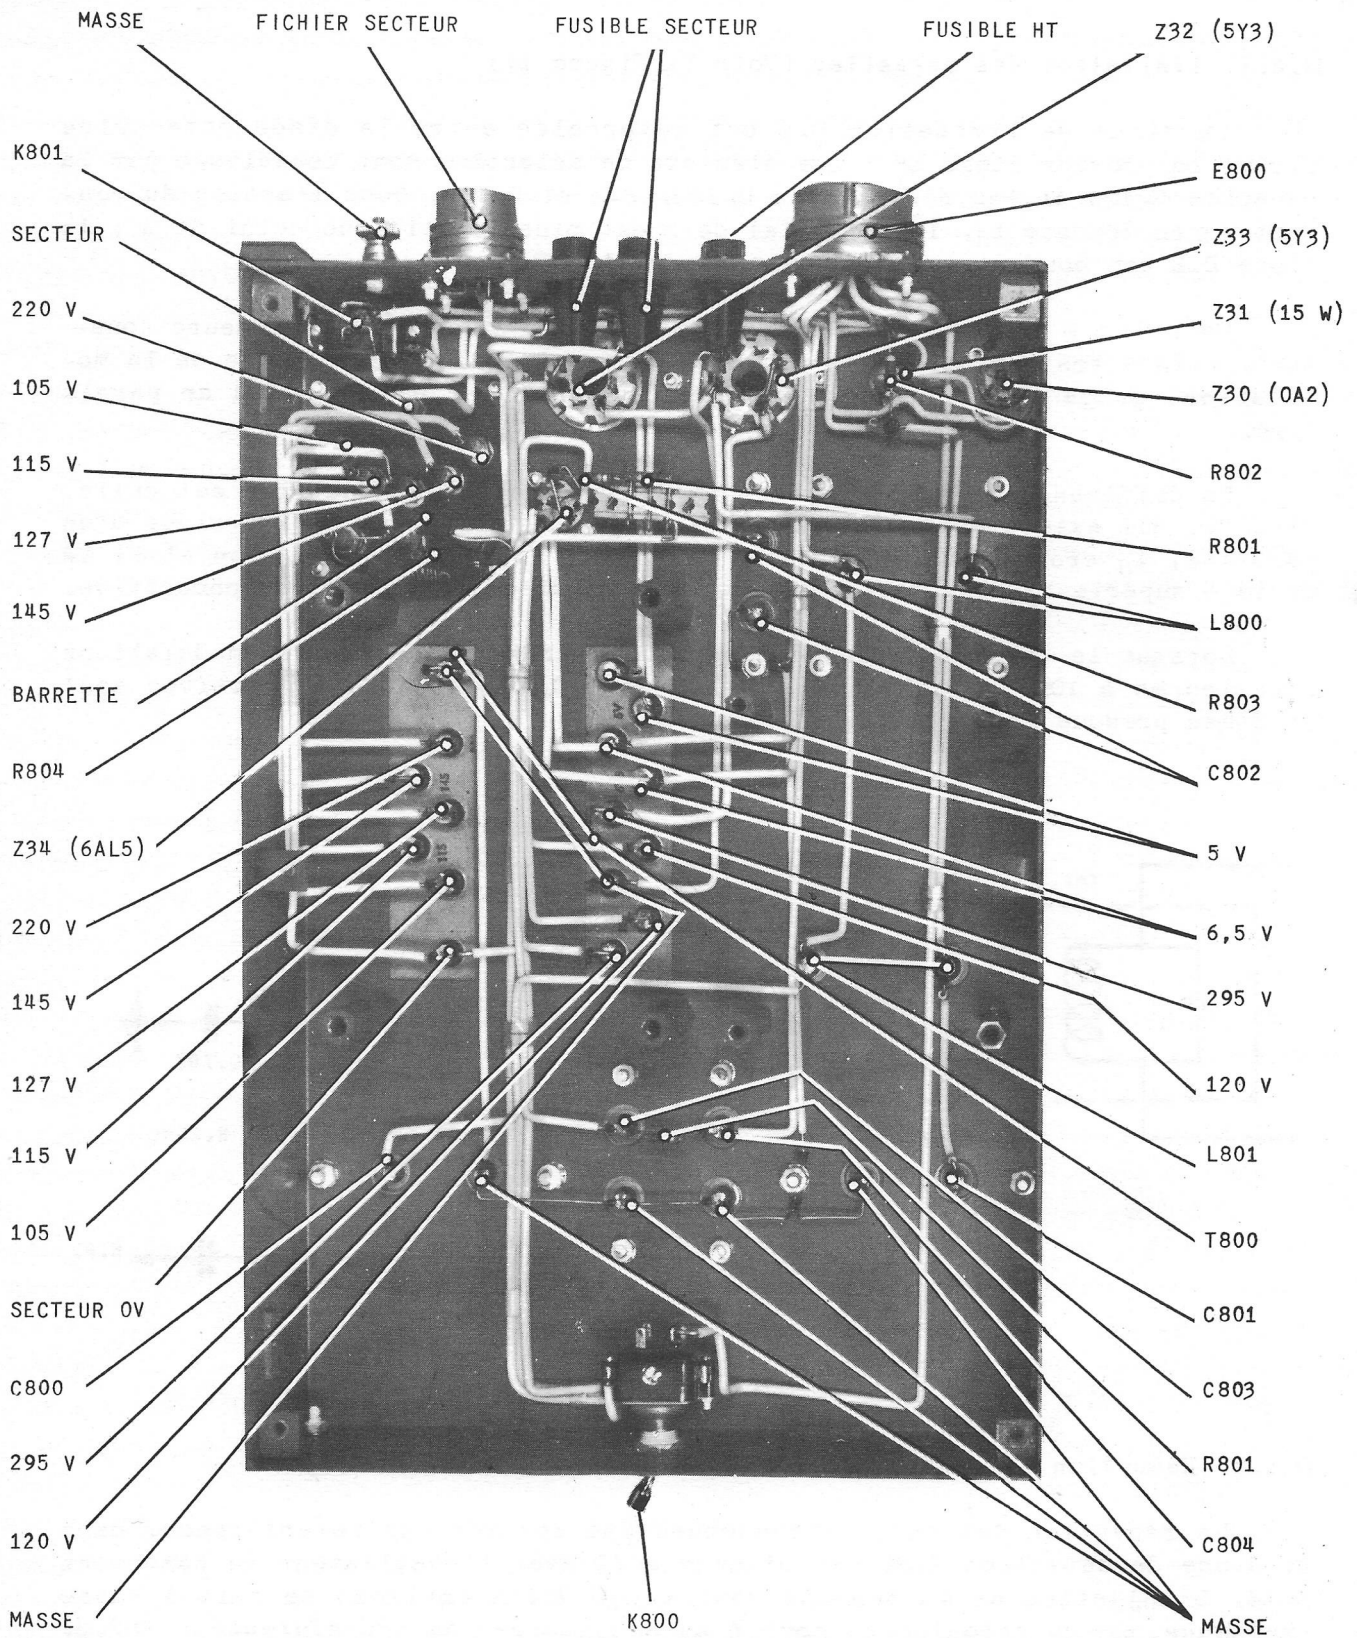

Fig. 18 - Vue repérée du châssis d'alimentation
11.8. ALIMENTATION (Voir Figure 18)